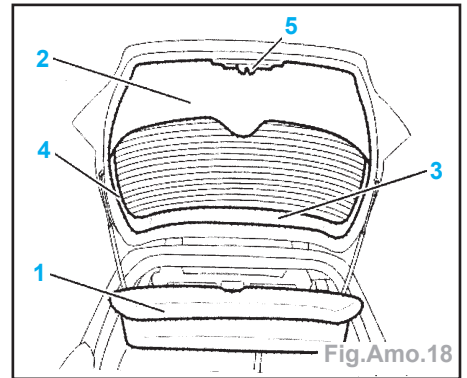

Fig.Amo.18
- Déposer (Fig.Amo.18) :
- la tablette AR (1),
- la garniture inférieure (2) et centrale supérieure (3) de volet AR,
- les garnitures supérieures latérales (4) et la serrure (5).
- Serrer les vis (2).